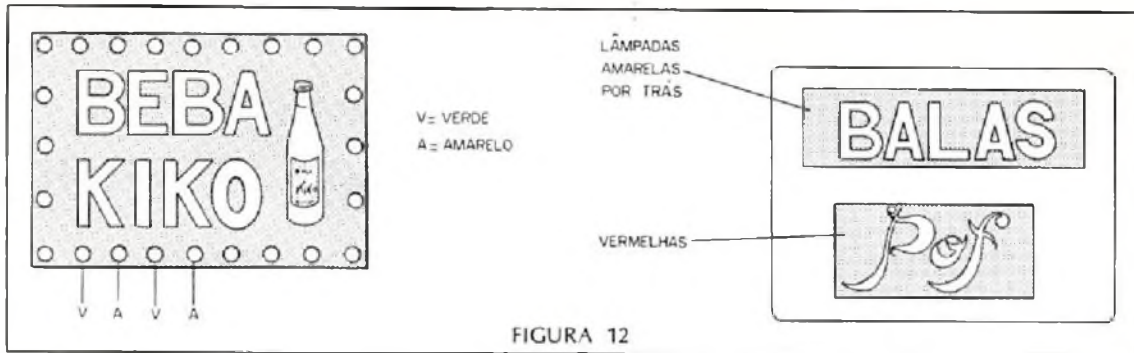

FIGURA 12
b) Na figura 12 temos o modo de se fazer a decoração de um cartaz com lâmpadas de cores alternadas que acendem e apagam com um efeito bastante interessante. Na mesma figura a possibilidade de se ter uma palavra no cartaz que acende com uma cor e outra com cor diferente dando assim um efeito bastante atrativo.